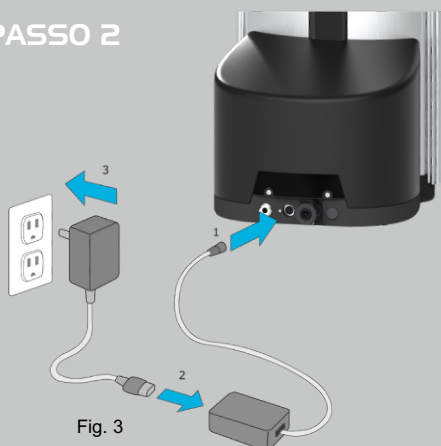

Fig. 3
- Ligue o cabo de alimentação conforme ilustrado (fig. 3)